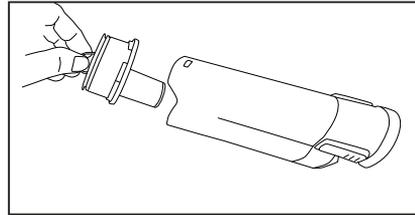

Fig. 5
2. Entfernen Sie den Metallring und die Filterkassette (Fig. 5).
4. Richten Sie die Filterkassete zum Staubtank aus und setzen Sie sie wieder ein (Fig. 5).